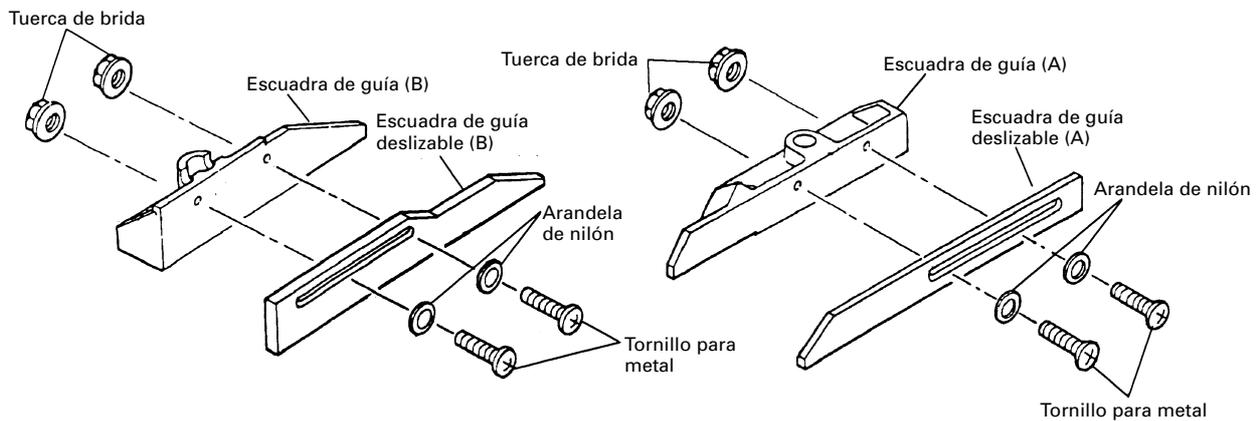

Fig. 19
- (1) Coloque las escuadras de guía deslizables (A) y (B) y las escuadras de guía (A) y (B) de la base.
- (2) Para la instalación, utilice los cuatro tornillos para metal con arandelas de nilón y las tuercas de brida como se muestra en la Fig. 19.
- (3) Ajuste las escuadras de guía deslizables (A) y (B) para estabilizar la pieza de trabajo. El margen de ajuste de las escuadras de guía deslizables (A) y (B) es de 0 a 95 mm (0 a 3-3/4").
- (4) Confirme la posición de las escuadras de guía deslizables (A) y (B) sobre las escuadras de guía (A) y (B) con los cuatro tornillos para metal firmemente apretados de forma que no se muevan las escuadras de guía (A) y (B) (consulte la Fig. 19).
**⚠ PRECAUCIÓN:** \* Antes de la operación, cerciórese de que la hoja de sierra no entre en contacto con las escuadras de guía deslizables (A) y (B). En caso de que la hoja de sierra entre en contacto con las escuadras de guía deslizables (A) y (B), vuelva a ajustar la posición de las escuadras de guía deslizables (A) y (B).